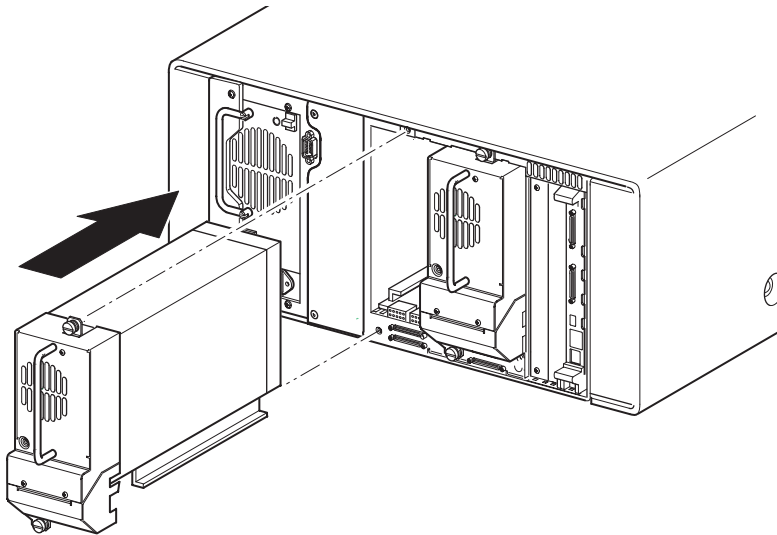

Figure D-2. Installation d'une unité de sauvegarde
3. Insérez doucement l'unité de sauvegarde dans le compartiment. Poussez bien l'unité jusqu'au bout, de sorte qu'elle s'enclenche correctement sur les connecteurs mâles situés à l'arrière de la librairie (voir figure D-2).